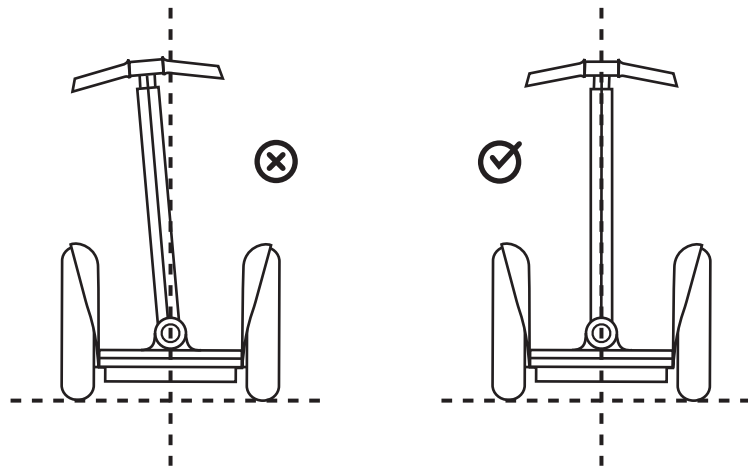

Abbildung 5. Den LeanSteer-Rahmen zentrieren
8. Bevor Sie die Schraube festziehen, müssen Sie per Sichtprüfung sicherstellen, dass der Lenker gerade und mittig sitzt. Wenn nicht, müssen Sie den LeanSteer-Rahmen entsprechend begradigen und zentrieren. Siehe Abbildung 5.